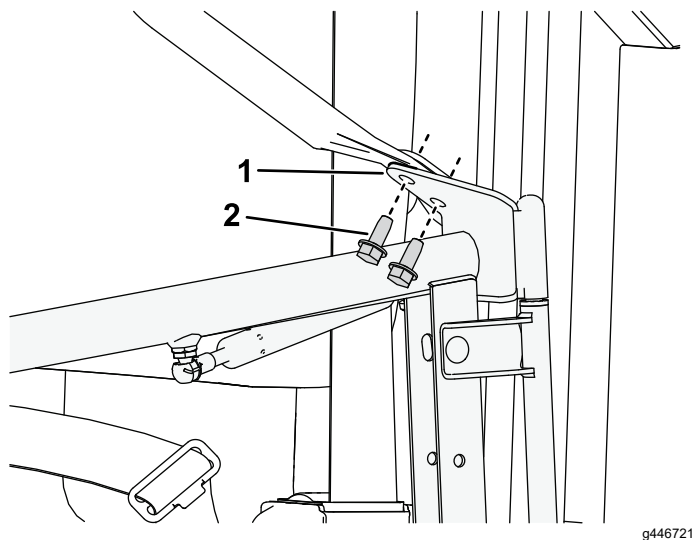

Figura 9
3. Fissate, senza serrarla, la cerniera superiore del gruppo porta alla staffa di fermo della spalla utilizzando le viti rimosse al punto 5 (Figura 9).